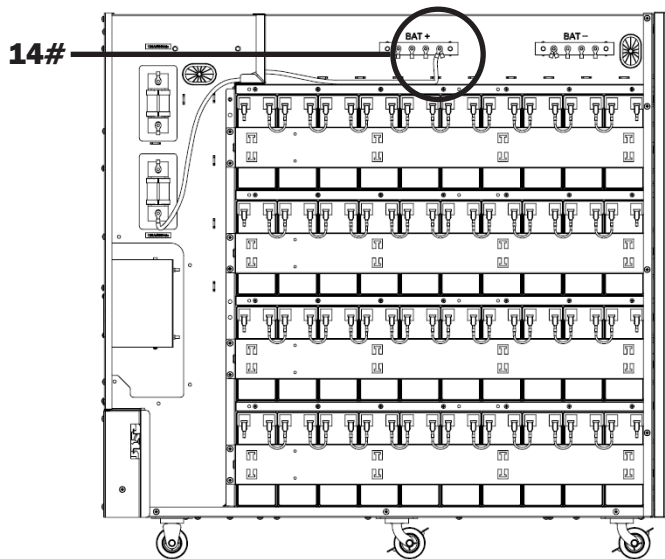

Figure 5-23
35. Connecter la barre du bus de la batterie + au fusible (Figure 5-23).